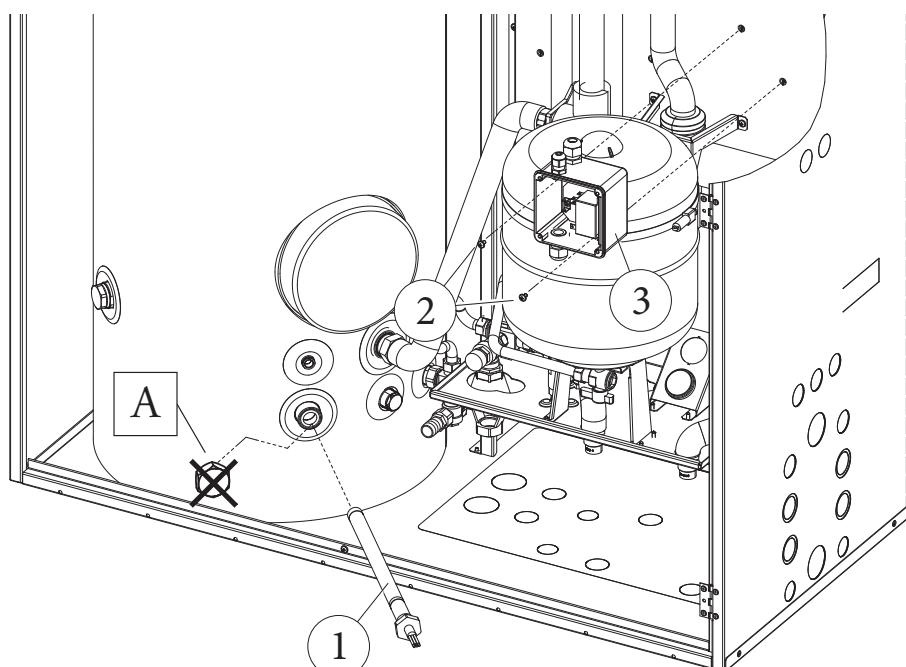

Fig. 3
- Smontare il tappo (A) presente sull'unità bollitore.
- Quindi inserire l'o-ring sulla resistenza (1) ed avvitarla nell'apposita sede sull'unità bollitore (Fig. 3).
- Prendere la scatola allacciamento (3), togliere il coperchio e fissarla tramite le viti (2) ai fori svasati presenti sulla lamiera posteriore (Fig. 3).
- Remove the tap (A) on the storage tank unit.
- Then insert the o-ring on the resistance (1) and screw it in the dedicated seat on the storage tank unit (Fig. 3).
- Take the connection box (3), remove the cover and fasten it to the countersunk holes on the rear metal-sheet plate (Fig. 3) with the screws (2).